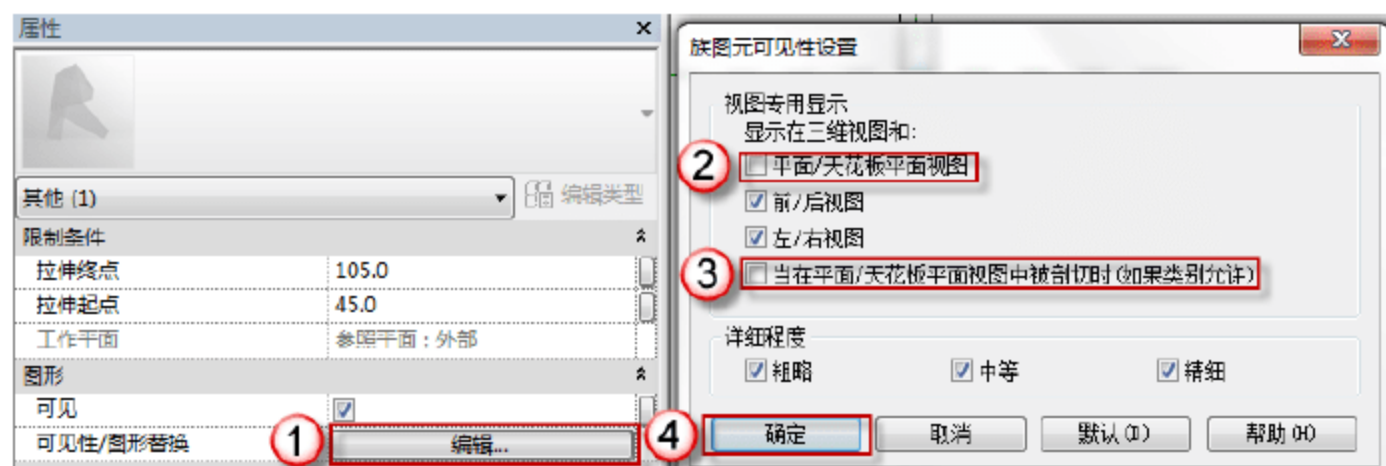

图 6.1.129 修改门的可见性
(12) 修改门框的可见性。在门框的“属性”面板中, 单击“图形”栏“可见性/图形替换”后的“编辑”按钮, 弹出“族图元可见性设置”对话框, 取消“平面/天花板平面视图”和“当在平面/天花板平面视图图中被剖切时 (如果类别允许)”复选框的选择, 单击“确定”按钮, 如图 6.1.129 所示。